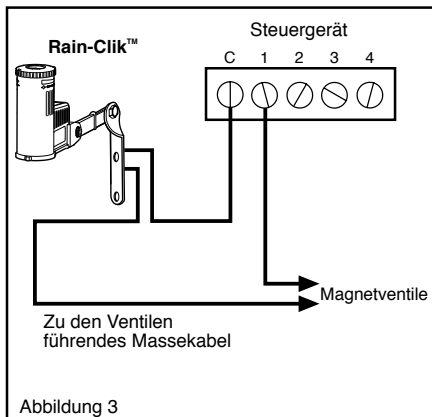

Abbildung 3
- Nur 24 V Magnetventile (ohne Pumpenrelais) (s. Abb. 3).